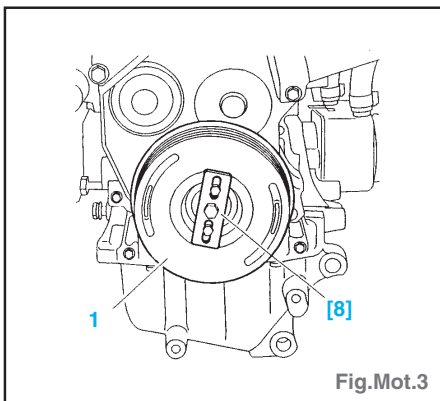

Fig.Mot.3
- Déposer la vis de poulie de vilebrequin (1), reposer la vis sans sa rondelle d'appui (Fig.Mot.3).